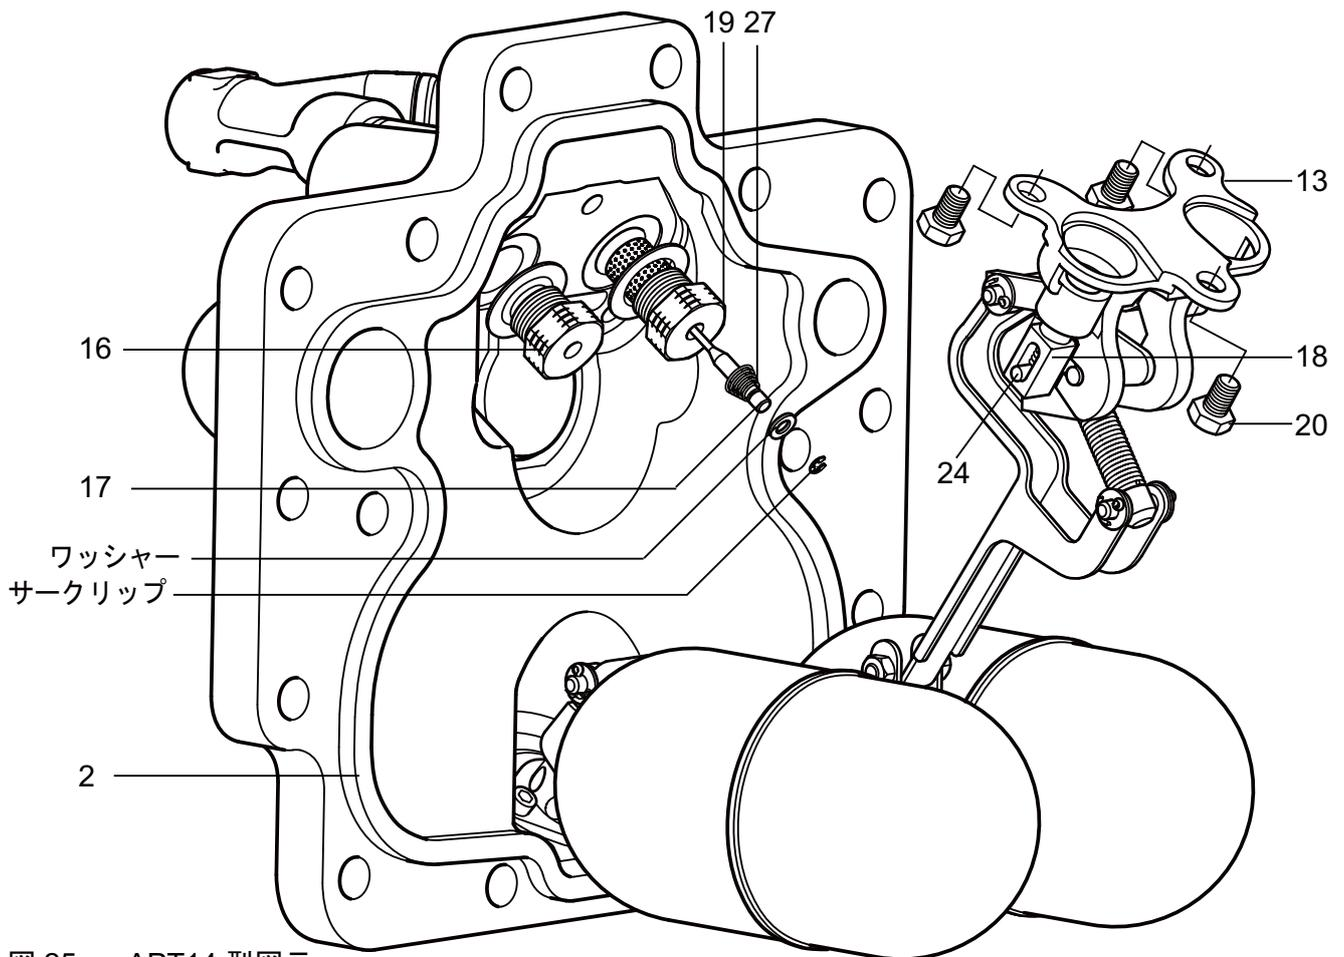

図 25. APT14 型図示
9. 交換用給気弁アセンブリ(部品番号16、17) を図25に従って挿入します。